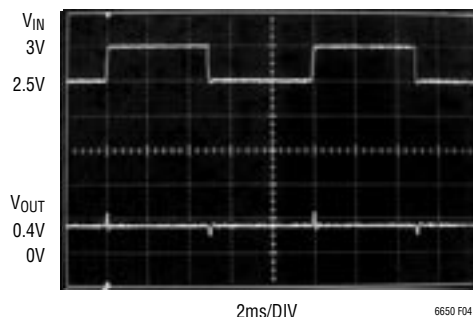
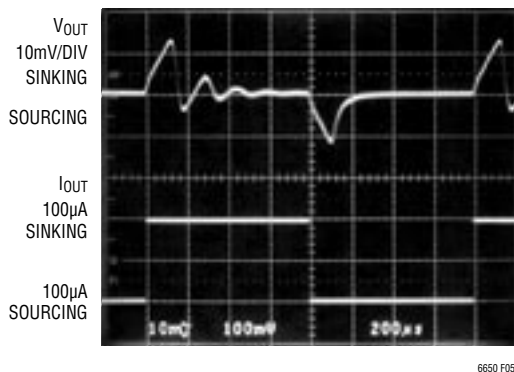
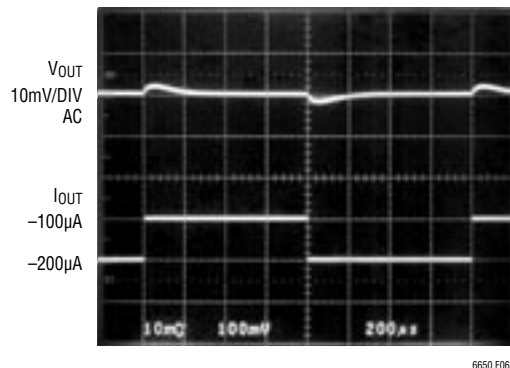
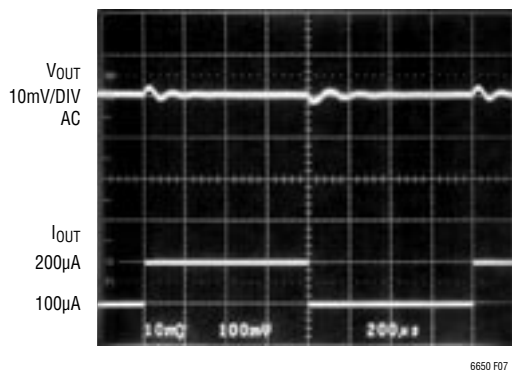

図4. ± 0.5 Vの入力ステップに対する出力応答
図5. 両方向の負荷ステップ(100 μ Aから-100 μ A)に対する出力応答
図6. 電流ソース負荷ステップ(-100 μ Aから-200 μ A)に対する出力応答
図7. 電流シンク負荷ステップ(100µAから200µA)に対する出力応答
0.5Vの入力トランジェントにตอบสนองし、約0.3msでセトリングする同じ回路を図4に示します。さまざまな負荷ステップにตอบสนองする同じ回路を図5から図7に示します。図5では $\pm 100\mu$ Aの間の変化、図6では-100 μ Aと-200 μ Aの間のソース電流ステップ、さらに図7では100 μ Aと200 μ Aの間のシンク電流ステップです。